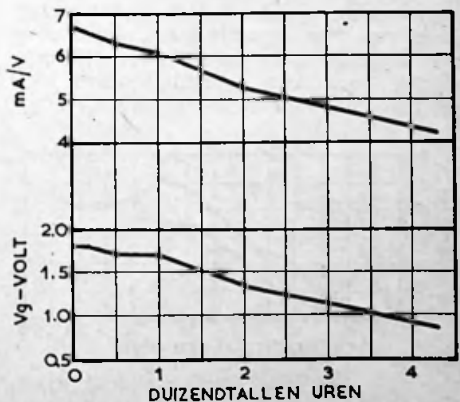

Fig. 4. LEVENSLIJP VAN 6 MINIATUUR H-F PENTHODEN. Anode- en schermroosterspanning 250 V  $- 10$  mA anodestroom.
**Klasse 3.** Deze valt tussen de twee vorige wat levensduur aangaat. Fig. 4 en 5 hebben beide betrekking op h-f penthoden uit deze klasse, resp. met een 2 W en een 3 W kathode van O-nikkel.
uitkomst gegeven voor de levensgang van de buizen, waarop de fig. 4 en 5 betrekking hebben, terwijl er nog een derde curve aan toegevoegd is, die geldt voor een wat grotere h-f penthode, nl. met 5 Watt kathode,  $S = 6.5 \text{ mA/V}$  en  $I_a = 38 \text{ mA}$ . Het bijzondere van fig. 6 is de ordinaatschaal, die de weerstand in Ohm per  $\text{cm}^2$  geeft en dus directe vergelijking mogelijk maakt. Alle buizen blijken nu, in kortere of langere tijd, een weerstand van ca. 40 Ohm te vormen, waarna deze waarde verder weinig meer verandert. Dat deze weerstand inderdaad aanwezig is, wordt langs twee wegen aangetoond. De eerste methode beruiste op het vaststellen van de verschuiving van het werkpunt die door de spanningsval binnen de kathode wordt veroorzaakt. Bij oude buizen blijkt deze aanwezig, bij nieuwe niet.